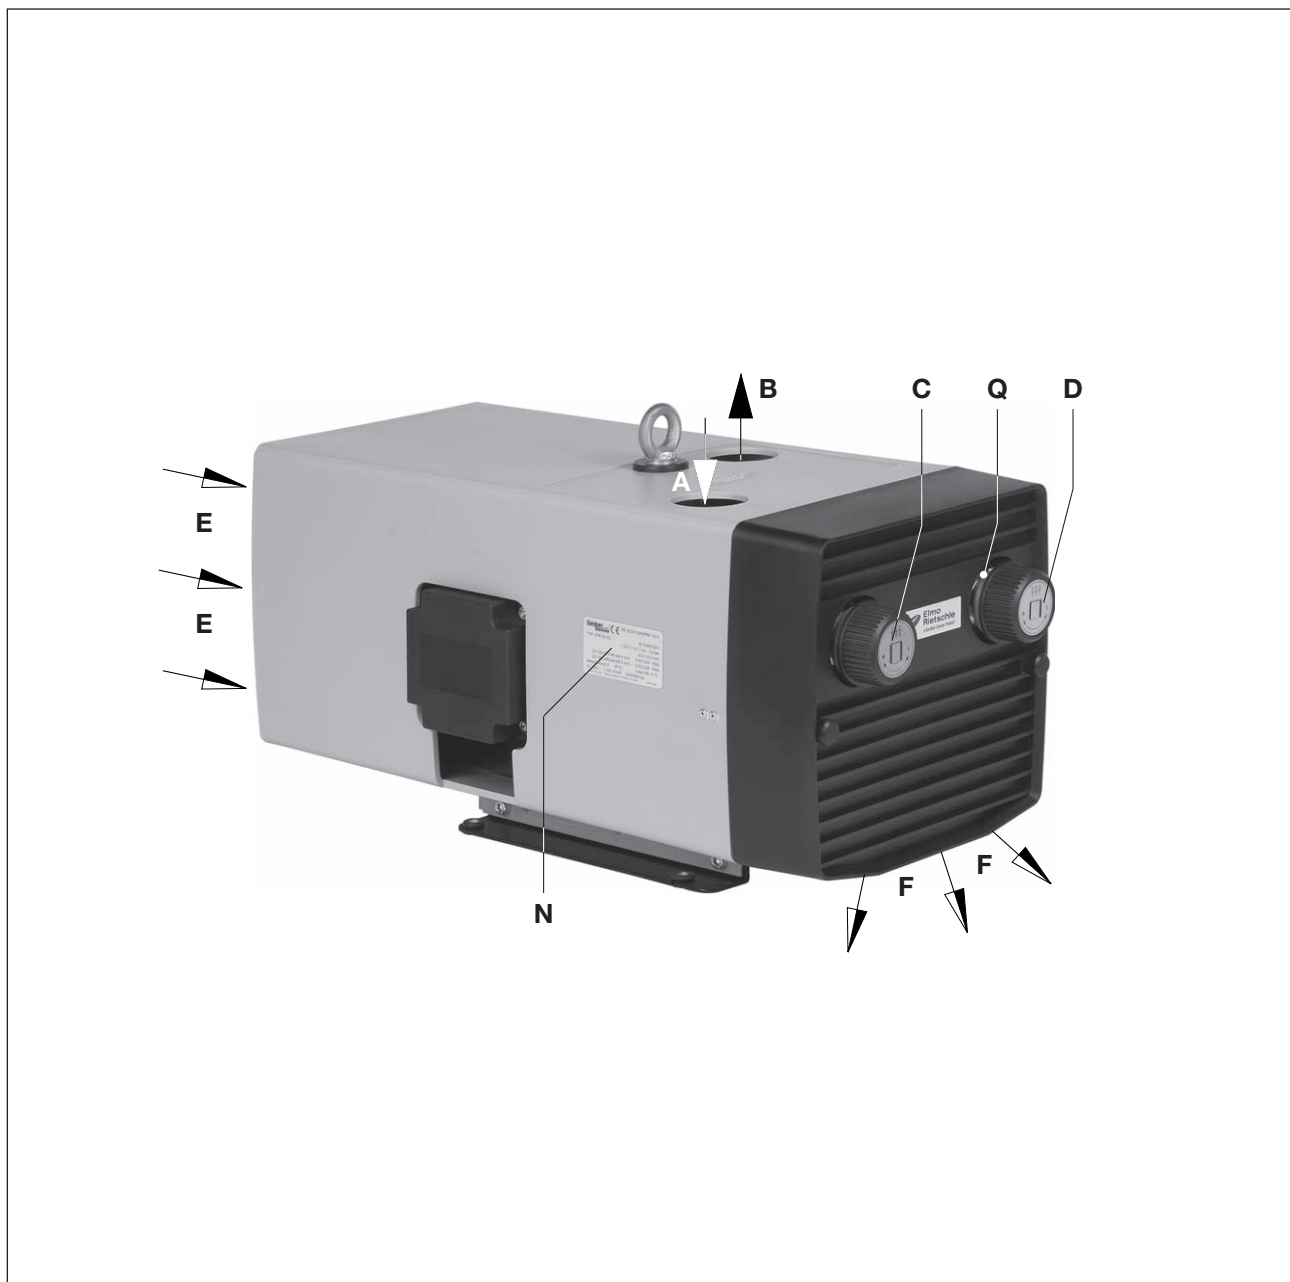
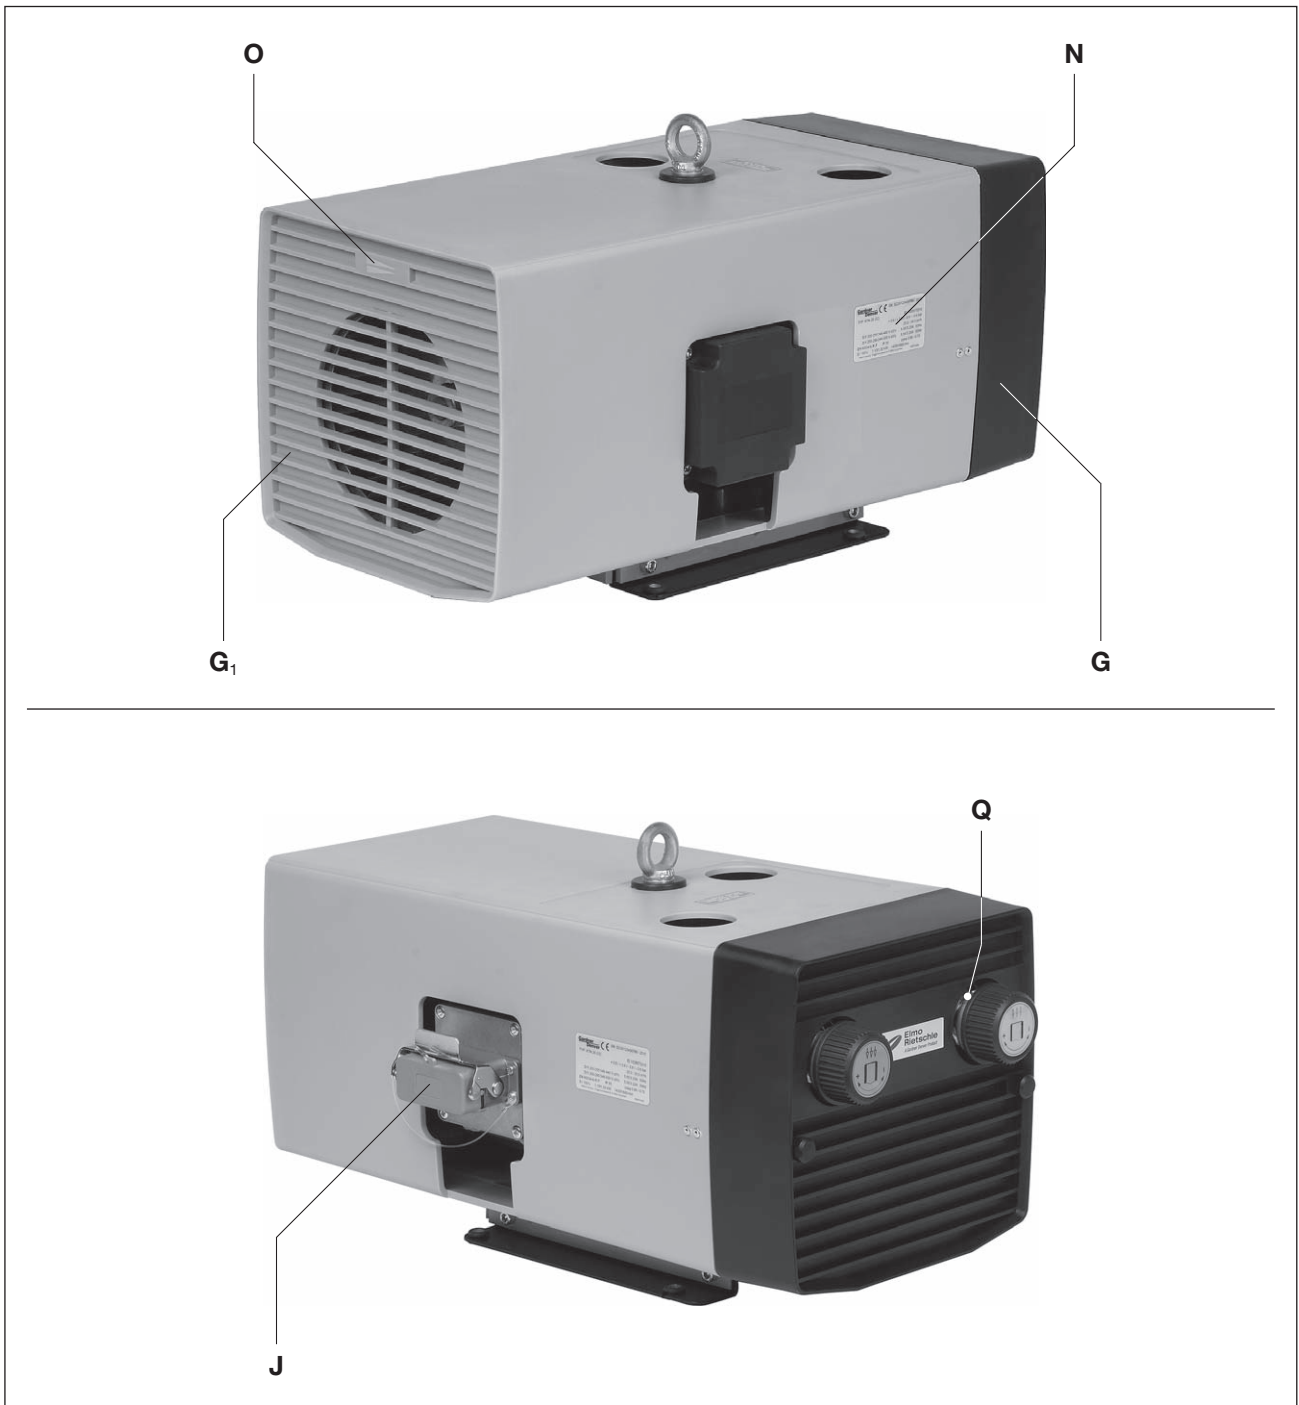

Abb. 2 Druckvakuumpumpe V-KTN
Abb. 3 Druckvakuumpumpe V-KTN
Die V-KTN befinden sich in einer Schallhaube aus Kunststoff. Innerhalb der Schallhaube befindet sich auch ein Ventilator, durch den die Kühlung erfolgt. Das Vakuum-Reguliertventil (Abb. 2/C) und das Druck-Reguliertventil (Abb. 2/D) erlauben die Einstellung von Vakuum und Druck auf gewünschte, jedoch nach oben begrenzte Werte.
Der Nennvolumenstrom beträgt 15, 25 und 40 m³/h bei 50 Hz. Die saug- und druckseitigen Belastungsgrenzen (bar) sind auf dem Datenschild (Abb. 2/N) angegeben. Die Abhängigkeit des Volumenstroms von den Überdrücken zeigt das Datenblatt D 481.
Zum Demontieren des Ausblasgitters (Abb. 3/G) und Ansauggitters (Abb. 3/G1) müssen für Wartungsarbeiten mindestens 30 cm Platz vorhanden sein. Zusätzlich ist zu beachten, dass die Kühleintritte (Abb. 2/E) mindestens 10 cm Abstand zur nächsten Wand haben (austretende Kühlluft darf nicht wieder angesaugt werden).
- a) Vakuumanschluss bei (Abb. 2/A) und Druckanschluss bei (Abb. 2/B).
Die erforderlichen Druck- und Vakuumbereiche können mit dem Druck-Regulierventil (Abb. 2/D) und dem Vakuum-Regulierventil (Abb. 2/C) entsprechend dem auf dem Drehknopf angebrachten Symbol-schild eingestellt werden.
- a) Die elektrischen Motordaten sind auf dem Datenschild (Abb. 3/N) bzw. dem Motordatenschild angegeben. Die Motoren entsprechen DIN EN 60034 und sind in Schutzart IP 55 und Isolationsklasse F ausgeführt. Das entsprechende Anschlusschema befindet sich im Klemmenkasten des Motors (entfällt bei Ausführung mit Steckeranschluss). Die Motordaten sind mit den Daten des vorhandenen Stromnetzes zu vergleichen (Stromart, Spannung, Netzfrequenz, zulässige Stromstärke).
- b) Motor über Steckeranschluss (Abb. 2/J) bzw. Motorschutzschalter anschließen (zur Absicherung ist ein Motorschutzschalter und zur Zugentlastung des Anschluss-Kabels ist eine Kabelverschraubung vorzusehen).
- ▷ Die vorgesehene Drehrichtung der Antriebswelle ist durch den Drehrichtungspfeil (Abb. 3/O) gekennzeichnet.